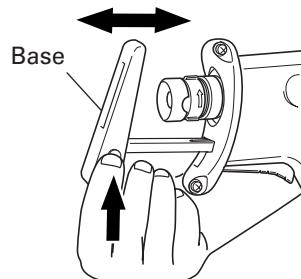

Fig. 11
- (2) Empuje la punta de la base hacia arriba y sacuda la base hacia atrás y adelante. (Fig. 11)